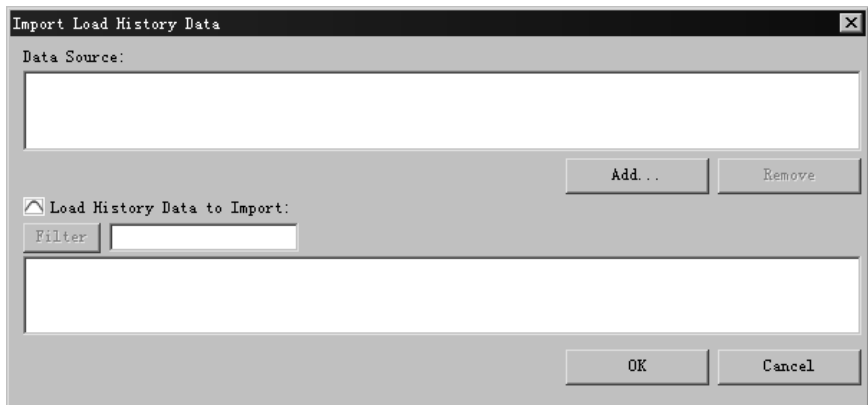

图 4.2.14 “Import Load History Data”对话框
- **Import...** 选项: 从外界导入载荷文件。选中该选项,弹出图 4.2.14 所示的“Import Load History Data”对话框,用于添加和编辑载荷文件。